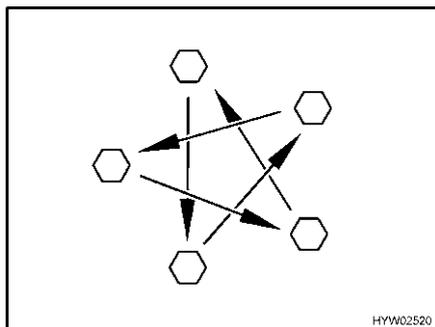

Fig. 189 Serrare a croce i dadi o i bulloni delle ruote
- Controllare regolarmente il serraggio dei dadi o dei bulloni. Regolare a croce (Fig. 189) il serraggio dei dadi o dei bulloni di una ruota sostituita dopo circa 50 km.
- ▷ Serrare a croce i dadi o i bulloni delle ruote (Fig. 189).